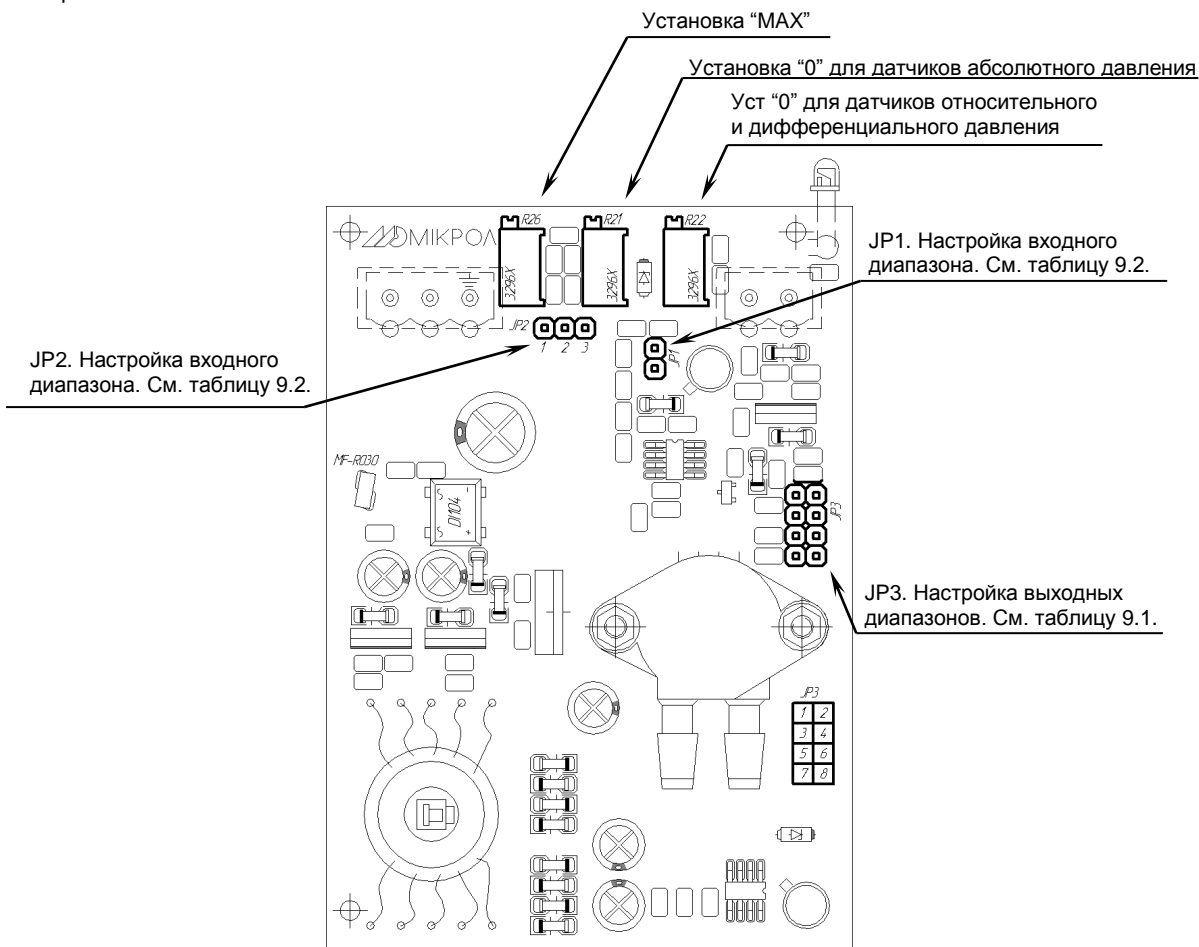
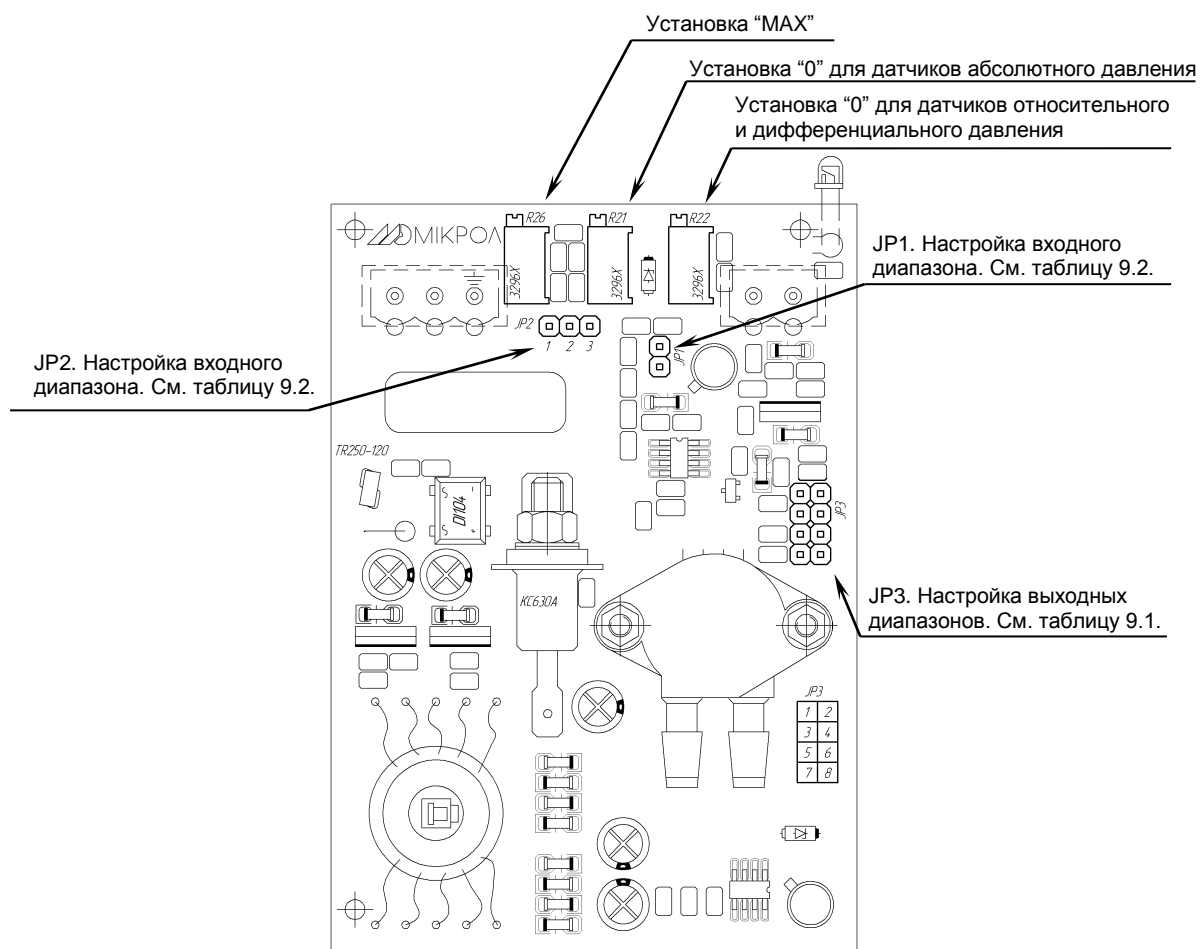

Рисунок 9.1 - Схема расположения органов регулирования и элементов настройки ПЭП-11 с питанием 24 В
Рисунок 9.2 - Схема расположения органов регулирования и элементов настройки ПЭП-11 с питанием 220 В.
9.4 Для переналадки преобразователя на другие входные/выходные сигналы используйте рисунок 9.1 или рисунок 9.2, в зависимости от напряжения питания преобразователя, и таблицы 9.1 и 9.2.